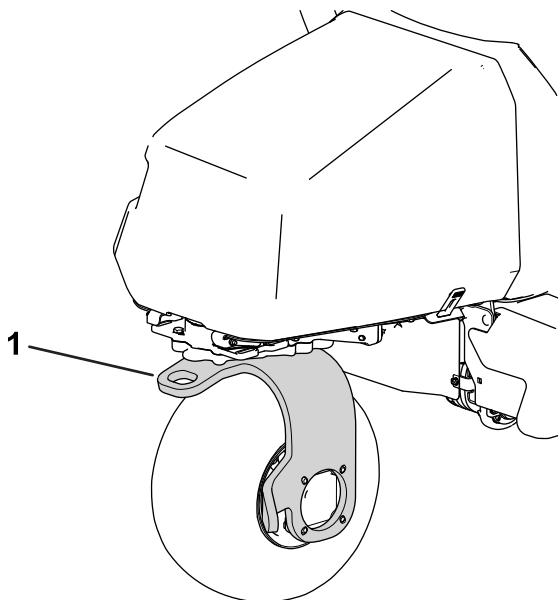

図 37
13. マシンの後キャストフォークに牽引ロープを取り付けて牽引する 図 37。